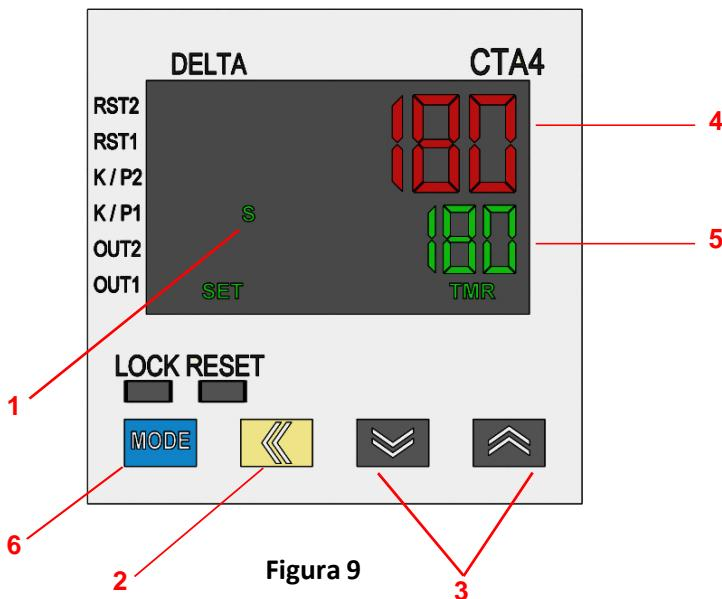

Figura 9
3. Presione el botón amarillo con una flecha hacia la izquierda (ítem 2, Figura 9) para entrar al modo establecer. El primer dígito en la columna derecha en la Pantalla Establecer Valor (ítem 5, Figura 9) comenzará a titilar.
4. Presione las teclas con las flechas hacia ARRIBA y hacia ABAJO (ítem 3, Figura 9) para establecer el primer dígito en la columna seleccionada.
7. Una vez que el tiempo establecido deseado se muestra en la pantalla, presione el botón azul MODO (ítem 6, Figura 9) para establecer el tiempo.